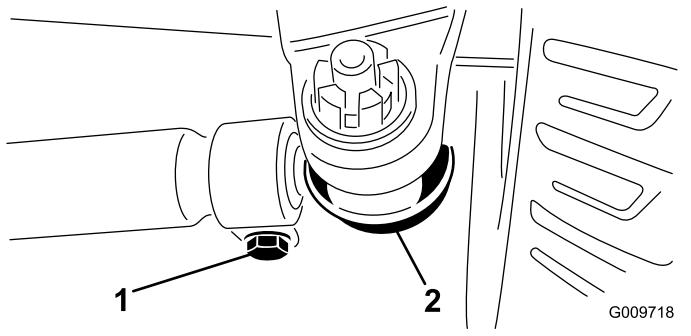

Figure 77
3. Pour le régler, retirez la goupille fendue et l'écrou de l'une des rotules de biellette (Figure 77). Déposez la rotule de biellette du support du corps d'essieu.
4. Desserrez les fixations aux deux extrémités des biellettes (Figure 77).